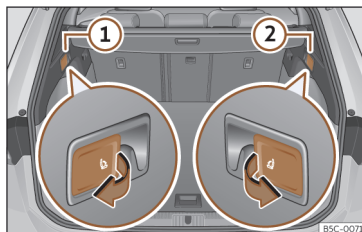

Fig. 98 En el maletero: palancas para desbloqueo del respaldo trasero.
- Tire de la palanca de desbloqueo a distancia de la parte izquierda >>> **fig. 98** ① o derecha ② del respaldo en el sentido de la flecha. La parte desbloqueada del respaldo trasero se abate automáticamente hacia delante.